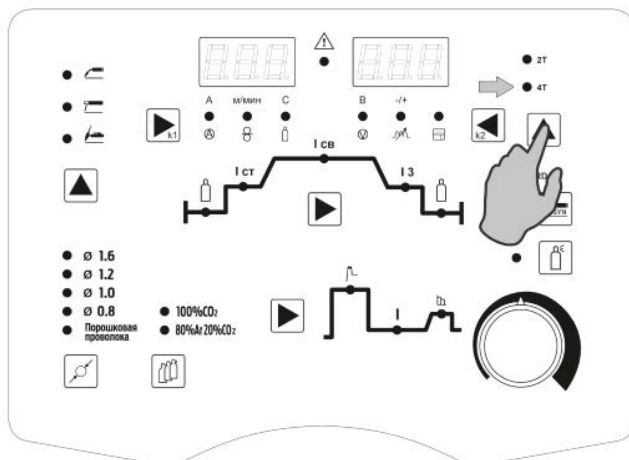

Рис. 8.4.4. Выбор режима работы горелки.
4. Выберите режим работы горелки (См. рис. 8.4.4) в зависимости от длины сварочного шва (См. табл. 7.0.1, поз. 6).